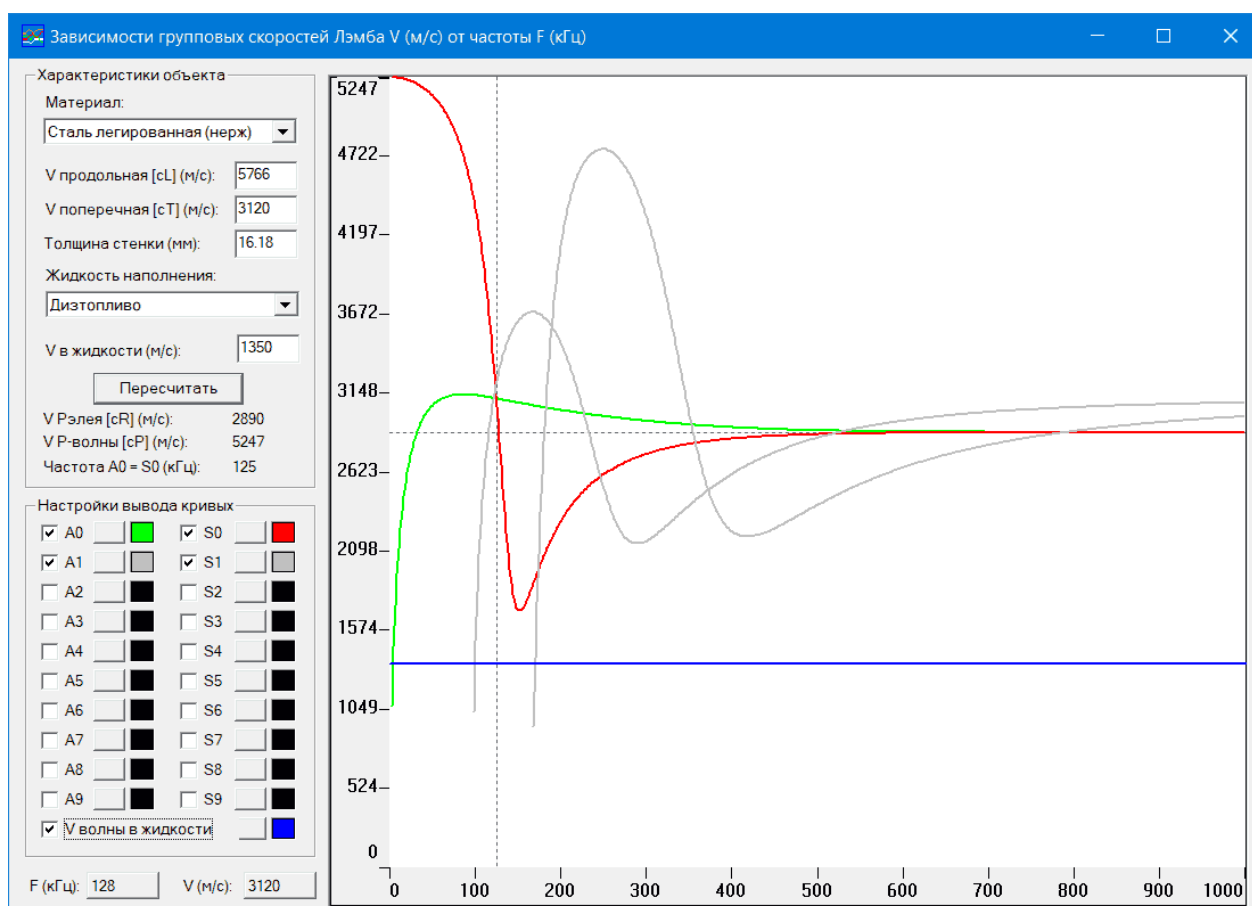

Рис. 15.4. Диалоговое окно с дисперсионными кривыми
- ✧ дисперсионные кривые $V(F)$, рассчитанные в окне **Зависимости групповых скоростей Лэмба V (м/с) от частоты F (кГц)** (рис. 15.4) и преобразованные по формуле $t(f) = T_0 + \frac{L}{V(F)}$, где T_0 — время излучения сигнала, L — расстояние от ПАЭ до АЭ источника;
Для построения дисперсионных кривых следует выбрать команду главного меню **Вид – Дисперсионные кривые**. После этого появляется диалоговое окно **Зависимости групповых скоростей Лэмба V (м/с) от частоты F (кГц)** (рис. 15.4).